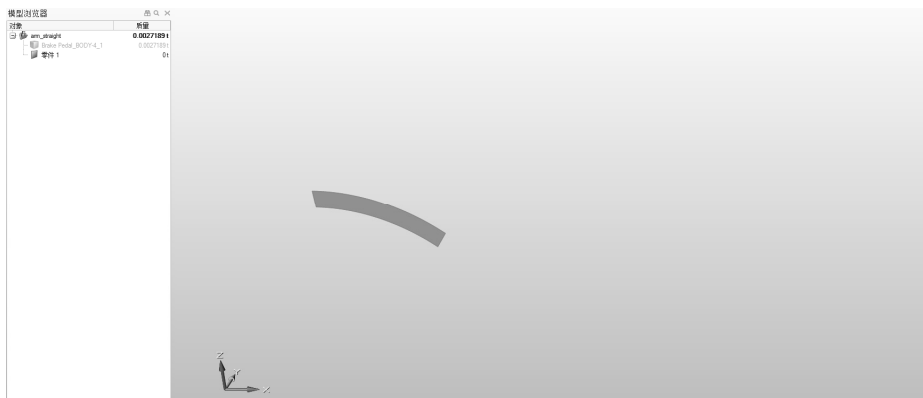

图 6-8
1) 单击模型浏览器中初始零件左侧的小立方体，即可在模型视窗中隐藏该零件，此时仅显示刚才草绘的新零件，如图 6-8 所示。